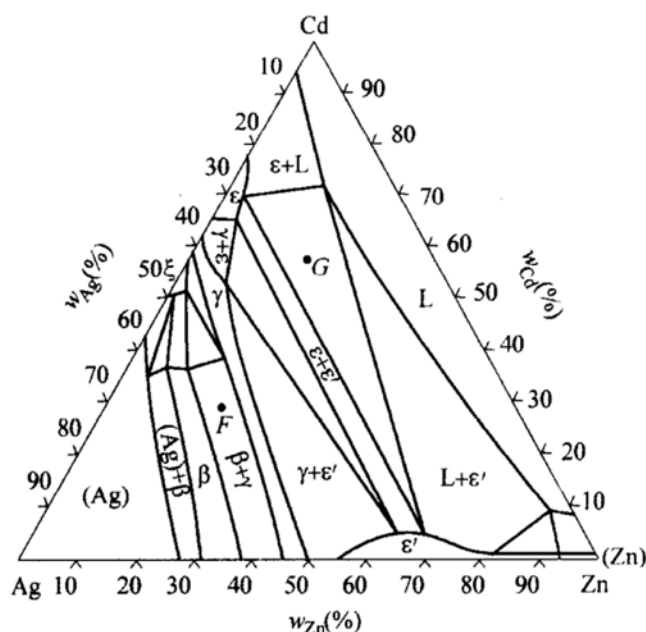

图 43-5 第五题第 2 小题图
2. (10 分) Cd-Ag-Zn 三元合金相图的 400℃ 等温截面图如图 43-5 所示。写出图中 F 点和 G 点成分的合金的平衡相，并计算相组成物的质量分数（用字母列式表示）。